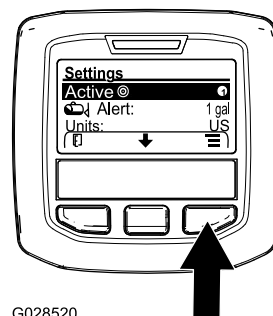

Figura 69
2. Carregue no botão de seleção central para realçar a definição da taxa de aplicação ativa (Figura 69).
3. Carregue no botão de seleção direito para alternar entre a taxa de aplicação 1 e 2 (Figura 69).